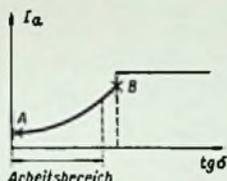

Bild 1. Anodenstromverlauf des Oszillators bei verschiedenen Verlustwinkeln des Schwingkreises
Bei der verwendeten Schaltung wird die Erscheinung ausgenutzt, daß sich die Stromaufnahme eines Röhrengenerators in Abhängigkeit von der Schwingkreisgüte ändert. Bild 1 zeigt den Anodenstromverlauf des Generators in Abhängigkeit von den Gesamtverlusten im
d. h., mit größer werdendem C_x nimmt die Empfindlichkeit der $\text{tg } \delta$ -Anzeige wieder ab, und die Anodenstromänderung ΔI_a wird mit größerem C_x bei konstantem $\text{tg } \delta$ kleiner; die Kurve verläuft gemäß Bild 1. Mit dem Potentiometer R_{15} wird dieser Verlauf ausgeglichen, so daß die Anzeigeempfindlichkeit über den ganzen Bereich konstant bleibt. Den Wert von C_8 wählt man als geometrisches Mittel aus dem größten und kleinsten zu messenden C_x -Wert.